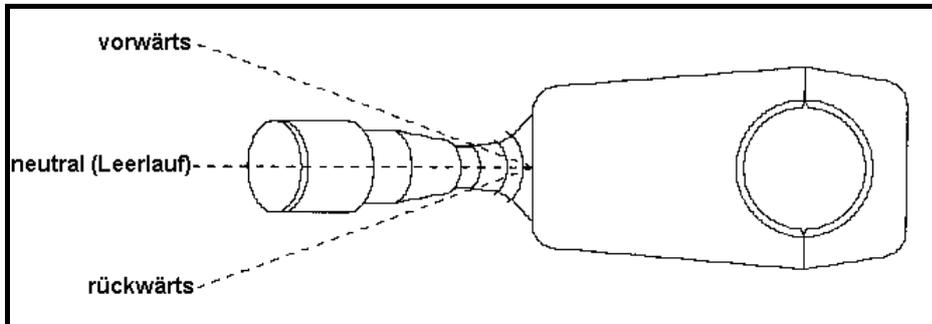

Abbildung 5.1 | Fahrrichtungsschalter
1. Stellen Sie sicher, dass der Fahrrichtungsschalter links vom Steuer sich in neutraler Position befindet (siehe Abbildung 5.1)